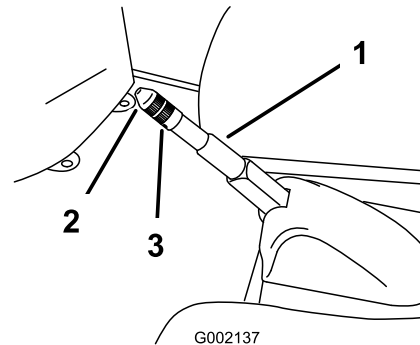

Figura 45
2. Afloje el tornillo de fijación que sujeta el pomo a la palanca del freno de estacionamiento (Figura 45).